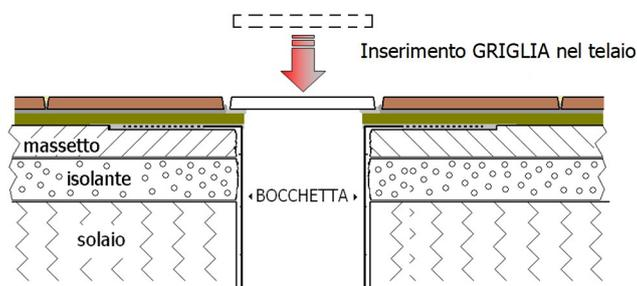

Fig. 9: inserimento della griglia nel portagriglia
- inserire la griglia in plastica nell'apposito telaio porta-griglia (vedi Fig. 9);